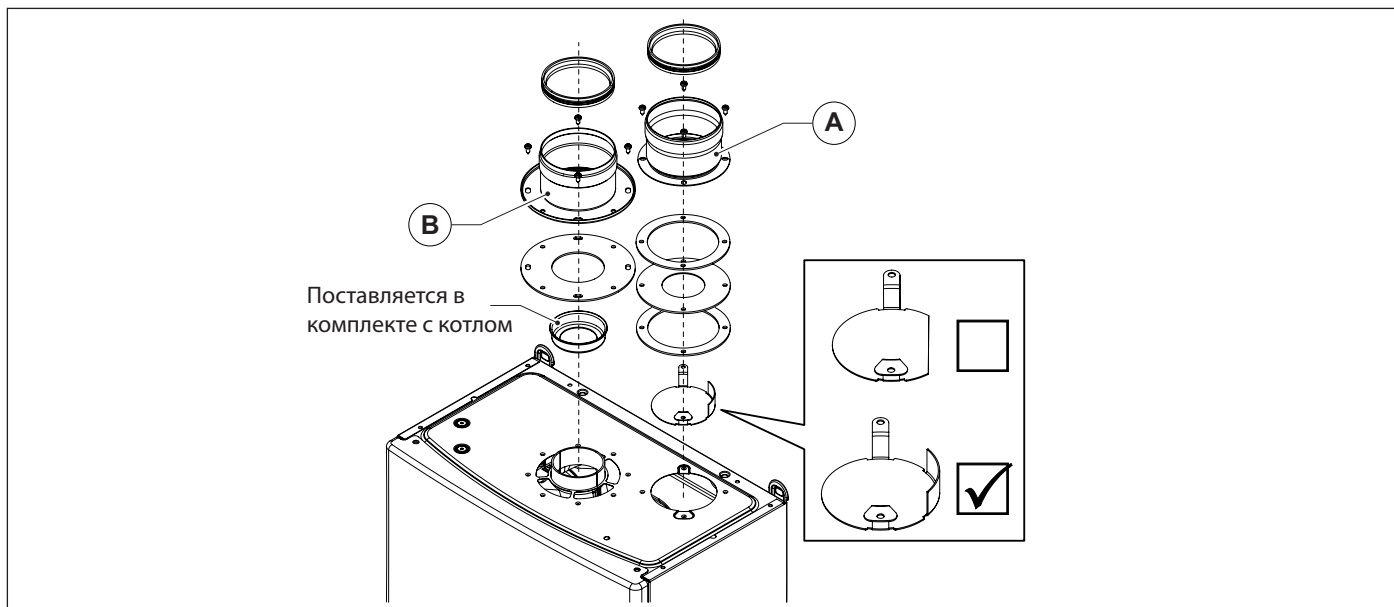

Рис. 13 Комплект для раздвоения 0SDOPPIA13
- Установить стандартный дефлектор воздуха! (Рис. 13 Комплект для раздвоения 0SDOPPIA13)
- Установить стандартный дефлектор воздуха! (Рис. 13 Комплект для раздвоения OSDOPPIA13)